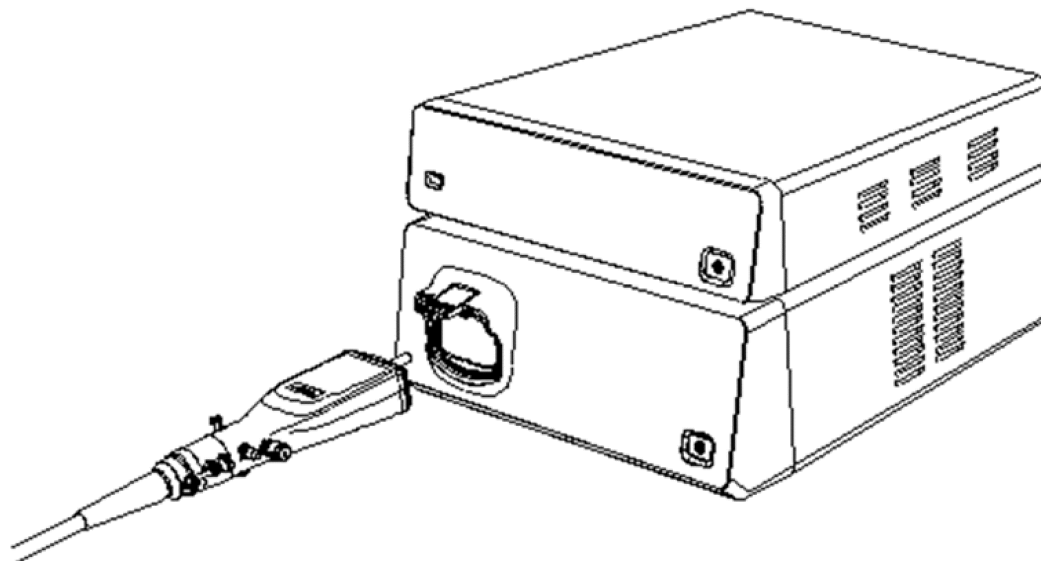

Рисунок 3.2 Источник света AQL-300L и эндоскопический видеопроцессор серии AQ300
- ① Подключите эндоскопический видеопроцессор и источник света (см. руководства по эксплуатации эндоскопического видеопроцессора и источника света).
- ② Подключите выходные видеотерминалы эндоскопического видеопроцессора ко входным видеотерминалам монитора. Подробную информацию см. в руководстве по эксплуатации эндоскопического видеопроцессора.
- ③ Надежно подключите разъем эндоскопа к выходному гнезду источника света, как показано на рис. 3.2; убедитесь, что выключатель питания источника света находится в положении выключения.